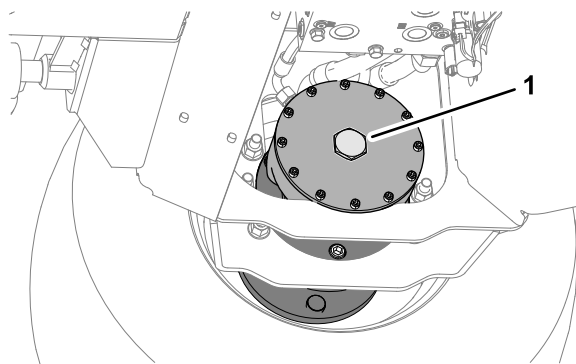

Figura 35
6. En el conjunto de freno del motor de la rueda delantera derecha, retire el tapón hexagonal (Figura 35).